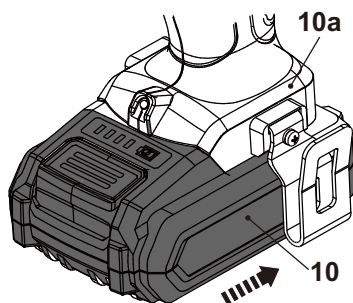

Fig. 4
- > Bloquear o interruptor de ligar/desligar (7) para evitar o arranque acidental, movendo o controlo de rotação para a frente/ para trás (6) para a posição central (ver secção "Funções do produto - Controlo de rotação para a frente/trás").
- > Alinhar o conjunto de baterias (10) com as ranhuras deslizantes da porta de atracagem da bateria (10a) e fazer deslizar o conjunto de baterias para dentro para a fixar. Certifique-se de que clica no lugar (Fig. 4).